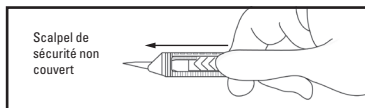

Figure 3
- Pour découvrir la lame du scalpel de sécurité, placer le pouce sur le scalpel et pousser vers l'avant jusqu'à ce que la lame se verrouille (figure 3).